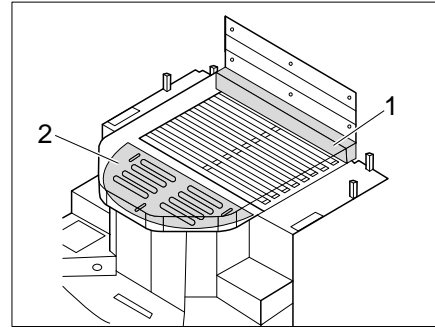

Bild 176 Bett mit Matratzenverlängerung (mit Zusatzmatratze und Auszugsbrett)
- Zusatzmatratze (Bild 176,1) an der Stirnseite des Queensbetts einlegen.
- Auszugsbrett (Bild 176,2) ausziehen.